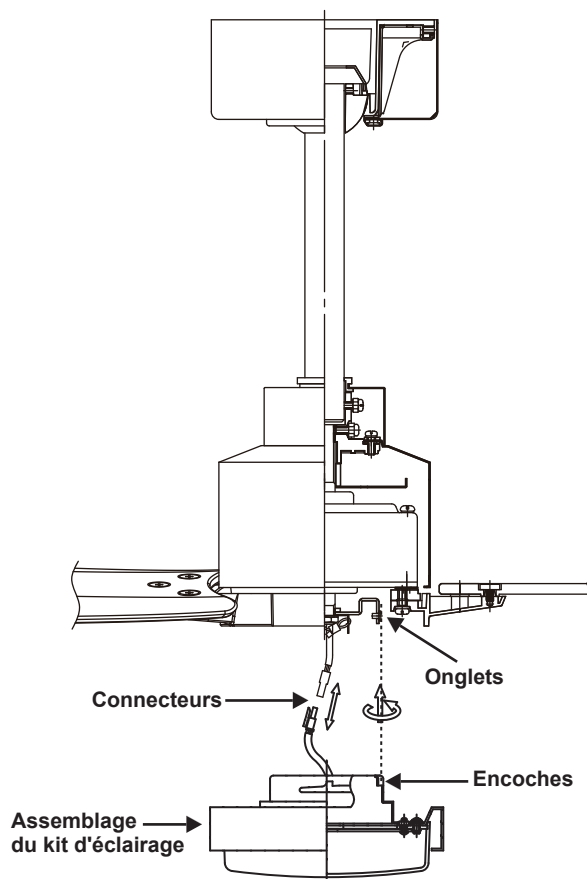

Figure 16
1. Tout en tenant l'ensemble du kit d'éclairage sous l'ensemble du moteur du ventilateur, emboîtez les fiches de connexion des fils : (Fig. 16)